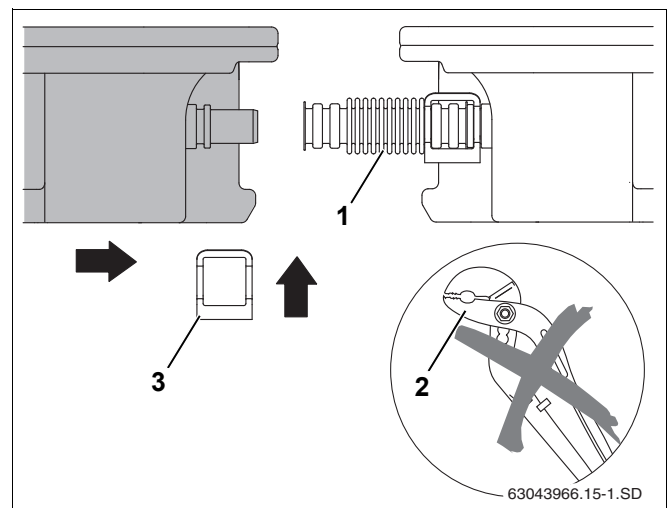

Рис. 49 Придвинуть второй коллектор к первому
- ▶ Не применяйте никаких инструментов, такие как плоскогубцы и др. (рис. 49, поз. 2). Они могут повредить гофрированную трубу.
- ▶ Второй коллектор придвиньте к первому так, чтобы его штуцеры попали в уже установленные гофрированные трубы (рис. 49, поз. 1) первого коллектора.
- ▶ Установите зажимы (рис. 49, поз. 3) на гофрированные трубы на штуцерах второго коллектора.